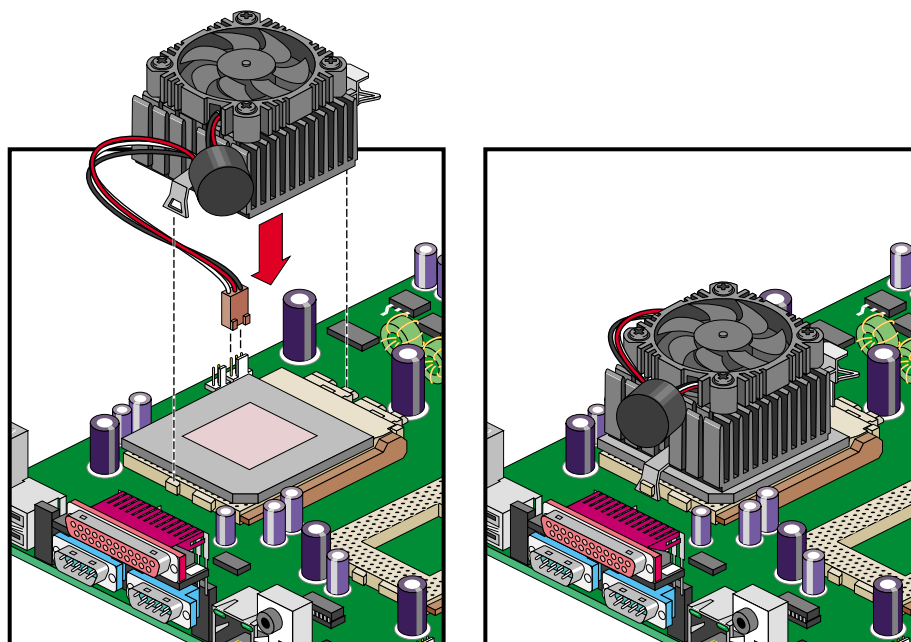

図 3-3 メタルブラケットの取り付け
3. 図3-3に示すように、ソケットレバーを押し下げて新しいCPUをソケットに固定します。
4. ファン/ヒートシンクのメタルブラケットの一方の端をCPUソケットに取り付けて、メタルブラケットのもう一方の端をそっと押し込み、しっかりと固定します。図3-3にその手順を図示します。